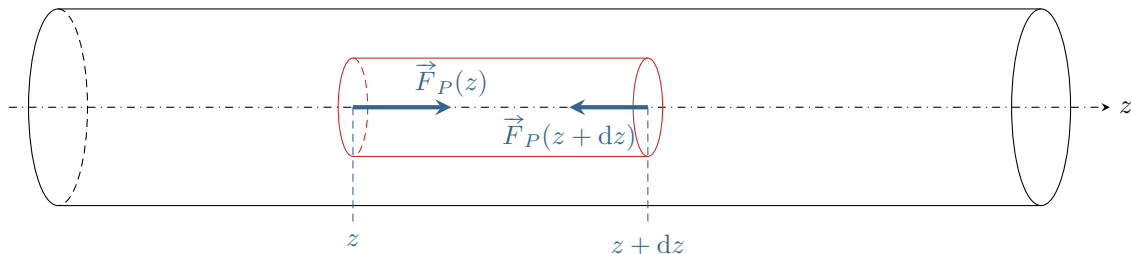

Figure 4 – Schéma du système (Σ).
- 3 Le système (Σ) est compris entre les abscisses z et $z + dz$, voir figure 4. Il subit donc